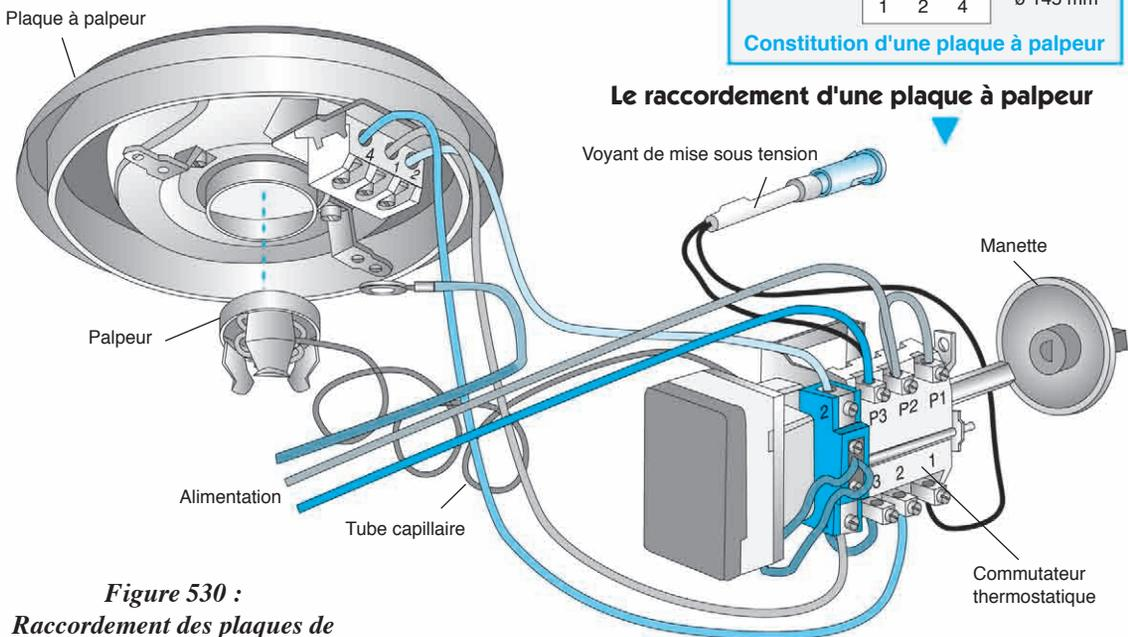

Figure 530 :
- les plaques à palpeur, percées en leur centre, d'un diamètre de 145 mm ou 180 mm ; le trou central permet d'accueillir le palpeur du commutateur thermostatique de commande (figure 530) ; le palpeur sert à mesurer la température du fond du récipient posé sur la plaque, pour obtenir une meilleure régulation.